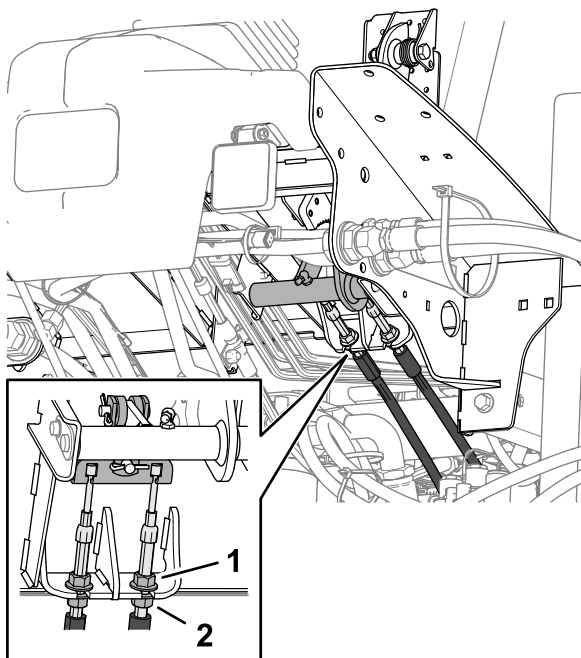

Figura 139
5. Pentru a reduce cursa liberă a pedalei de frână, slăbiți contrapiulițele față de pe capătul filetat al fiecărui cablu de frână (Figura 139).